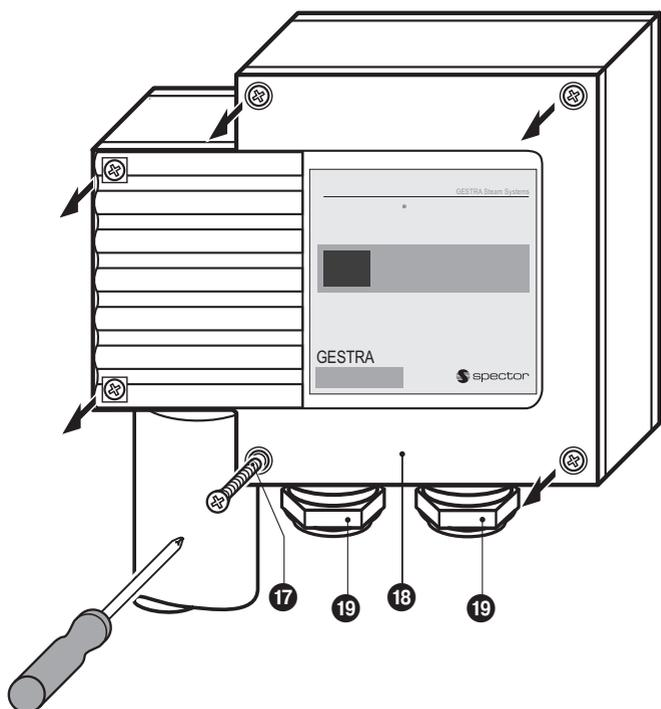

Fig. 6
1. Desserrer les vis du couvercle 17 et retirer le couvercle 18. **Fig. 6**
1. Desserrer les vis du couvercle 17 et retirer le couvercle 18. Fig. 6
1. Desserrer les vis du couvercle ⑰ et retirer le couvercle ⑱. **Fig. 6**